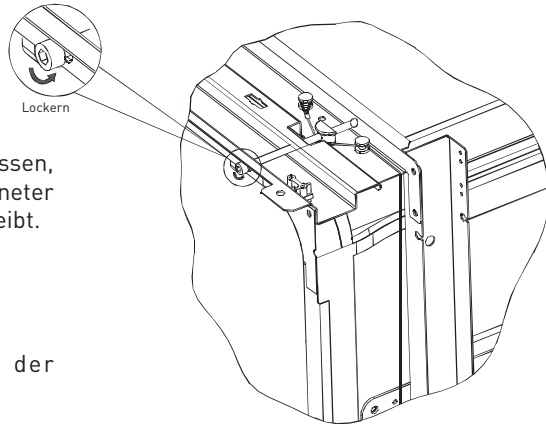

Abbildung 4b: Installation der Holz-Zierplatte
2. Haken auf der Holz-Zierplatte aufbringen und diesen in die Rille auf der Außenseite der Tür des Geschirrspülers einführen (s. Abbildung 4a). Nach Platzierung der Platte befestigen Sie die Platte mit Schrauben und Bolzen auf der Außentür (s. Abbildung 4b).